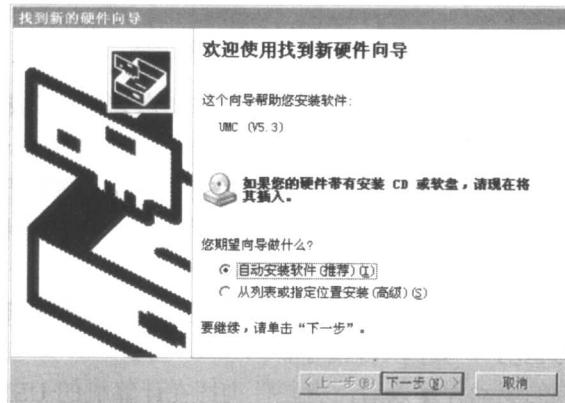
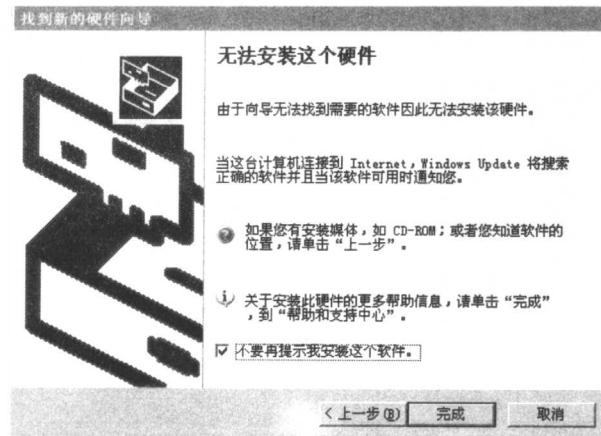
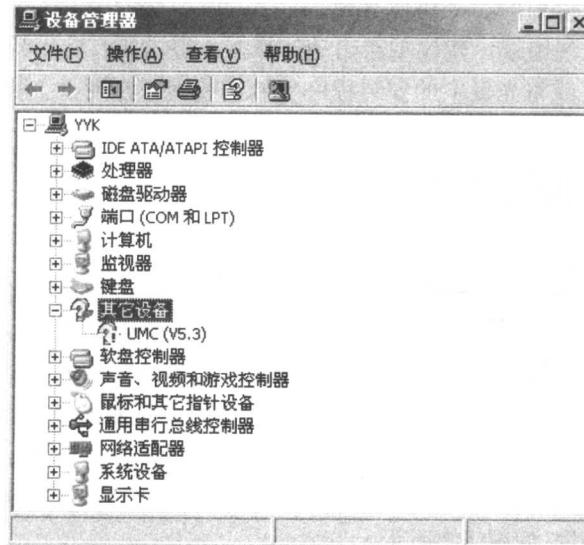

图 1-5 “找到新的硬件向导”对话框
图 1-6 显示“无法安装这个硬件”
图 1-7 “设备管理器”对话框
(1) 未安装硬件狗驱动程序前，当插入硬件狗时，计算机提示“发现新硬件，UMC (V5.3)”。接着计算机自动运行“安装新硬件向导”，如图 1-5、图 1-6 所示。由于没有安装硬件狗的驱动程序，系统无法识别该硬件设备，所以，在“设备管理器”的“其它设备”下显示为“UMC (V5.3)”，如图 1-7 所示。